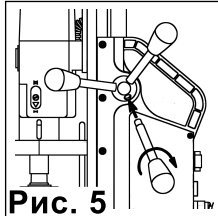

Рис. 5
2. Вкрутите все 3 рукоятки подачи сверла; (Рис. 5)